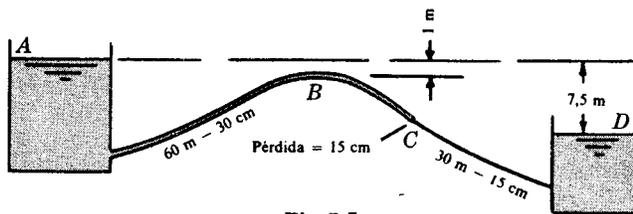

Fig. 7-7
48. (a) Determinar el caudal de agua que circula a través de las tuberías nuevas de fundición mostradas en la Fig. 7-7. (b) ¿Cuál es la presión en *B* si está a 30 m del depósito *A*? (Utilizar la Tabla 3.) Sol. 98 l/seg, 703 kg/m²